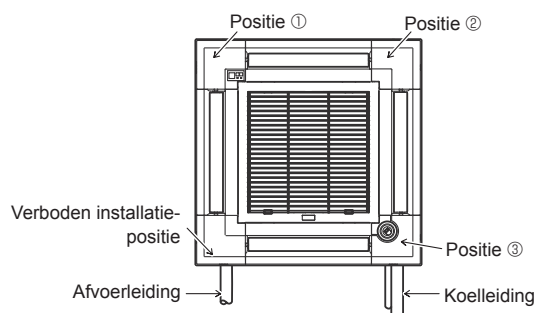

Fig. 9-11
Het hoekpaneel met signaalontvanger kan niet worden bevestigd aan de zijde van de afvoerleiding van het hoofdapparaat. (Raadpleeg Fig. 9-11)
* Als de positie van de i-see-sensor is gewijzigd van de standaardpositie (positie (3)) naar de andere positie, wijzig dan de functie-instellingen. (Raadpleeg pagina 66 en Fig. 9-11)
Het i-see sensor hoekpaneel kan niet worden bevestigd aan de zijde van de afvoerleiding van het hoofdapparaat. (Raadpleeg Fig. 9-11)